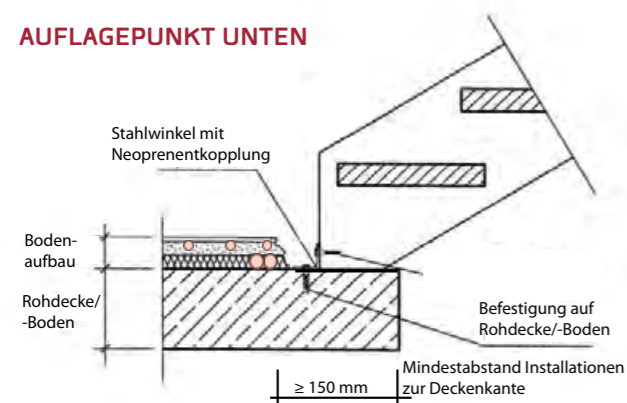

Bild 1
1. Der Estrich ist an den Treppenauflegepunkten auszuspären, da Treppen zwingend auf dem Rohfußboden zu befestigen sind (siehe Bild 1 und 2). Installationen, Rohre und Fußbodenheizungen sind mind. 15 cm, besser 20 cm, von der Deckenkante und den Treppenauflegepunkten entfernt zu verlegen. Diese Punkte sind bauseits zu veranlassen.